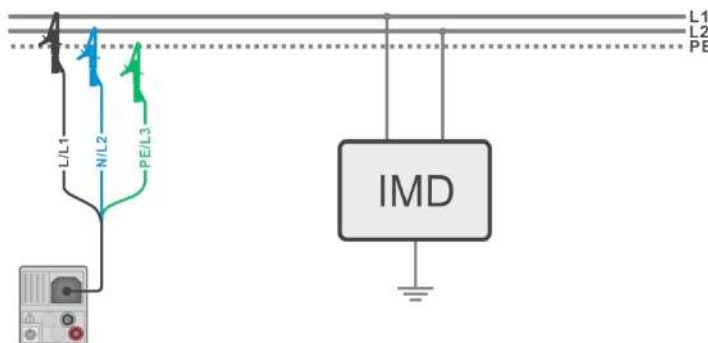
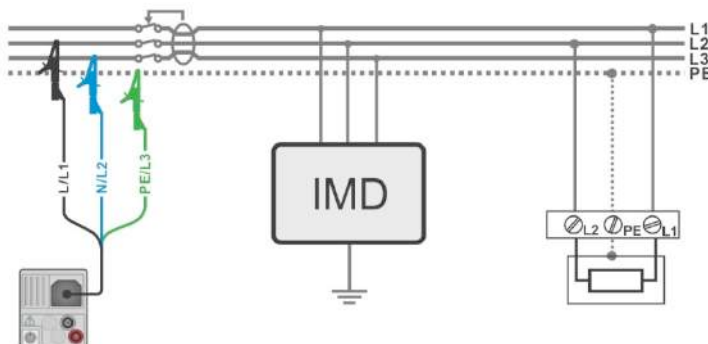

Рисунок 7.68: Измерение наибольшего тока утечки первичного повреждения с 3-проводным кабелем.
Рисунок 7.69: Измерение тока утечки первичного повреждения для цепи с УЗО с 3-проводным кабелем.
- › Подключите измерительные провода к испытываемому объекту, см. **Рисунок 7.68: Измерение наибольшего тока утечки первичного повреждения с 3** и **Рисунок 7.69: Измерение тока утечки первичного повреждения для цепи с УЗО с 3-проводным кабелем.**